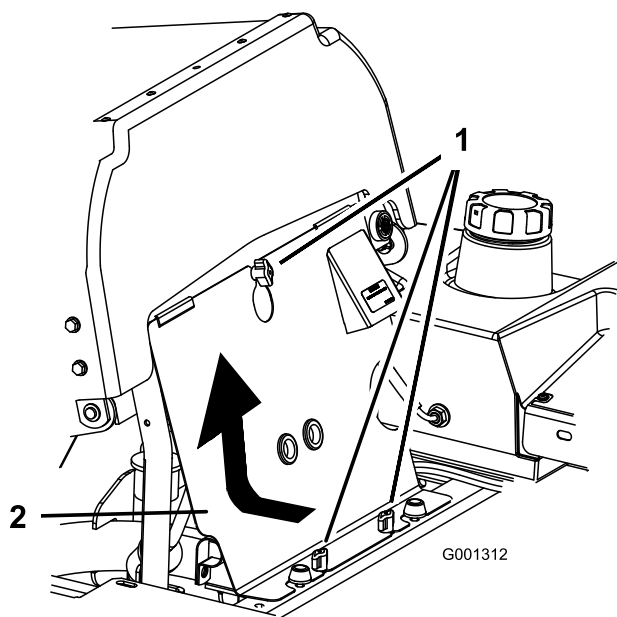

Figura 62
1. Inclinate il sedile in avanti e togliete il pannello anteriore del motore (Figura 62).